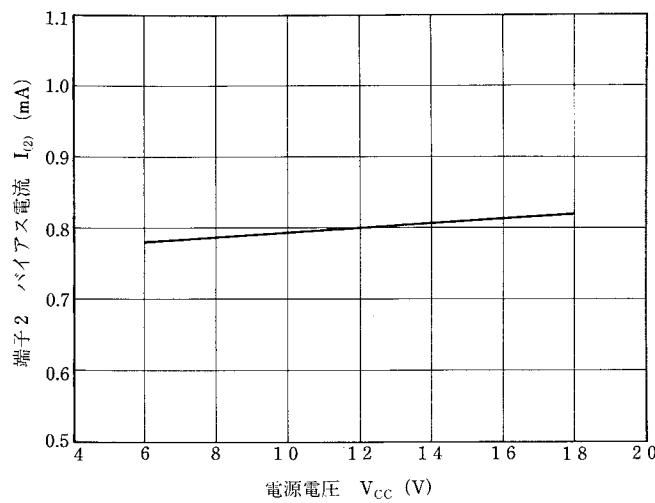
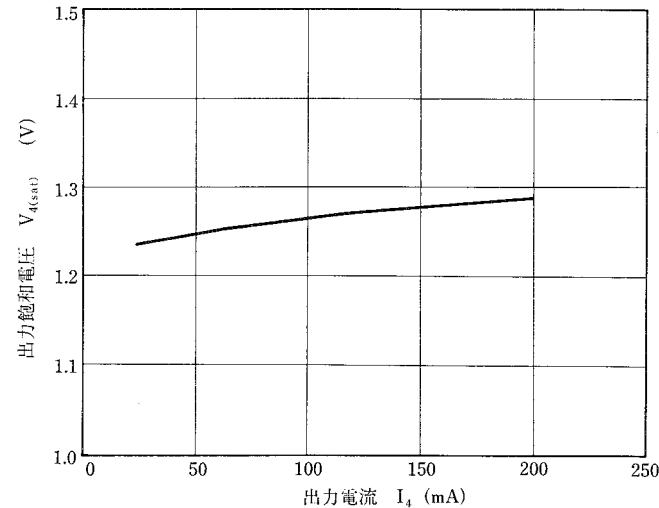

図4 $I_{(2)}$ - V_{CC} 特性
図7 $V_{4(sat)}$ - I_4 特性
μ PC1470Hの主要特性を図4～図7に示します。
- a) 端子2.バイアス電流——電源電圧特性 図4
- d) 出力飽和電圧——出力電流特性 図7